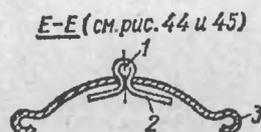

Рис. 54. Крепление провода:
3. Провод от переключателя Н5 (фиолетового цвета) протянуть вдоль рамы, закрепить хомутками, а на заднем щитке провод закрепить шплинтами (рис. 54).